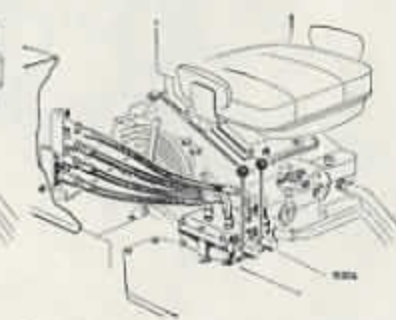

Fig. 56
- d) 4 raccords: 2 distributeurs à double effet (Westinghouse, Cf. Fig. 56)